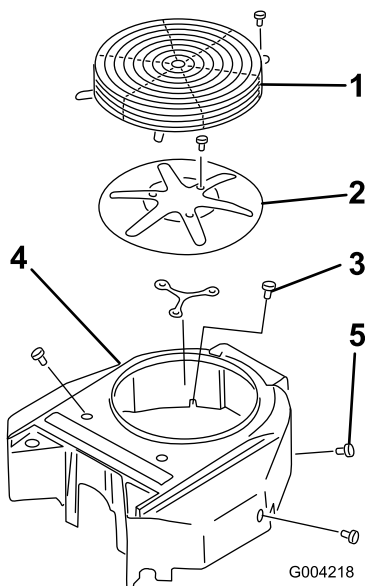

Figura 42
3. Retire el protector del motor, la rejilla de entrada de aire del motor y la carcasa del ventilador (Figura 42).
5. Instale el protector del motor, la rejilla de entrada de aire del motor y la carcasa del ventilador (Figura 42).